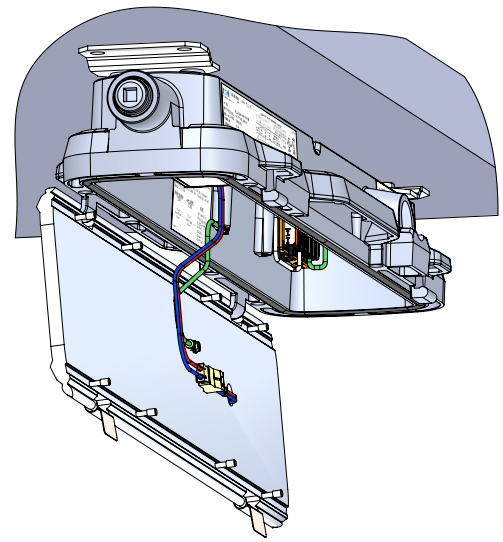

Figure 2. Raccord de moteur DEL en position ouverte pour l'entretien
4. Tirer sur les agrafes de retenue pour dégager le moteur d'éclairage du boîtier du pilote et faire pivoter en position ouverte le moteur d'éclairage tandis qu'il est supporté par les crochets du boîtier (voir figure 2).